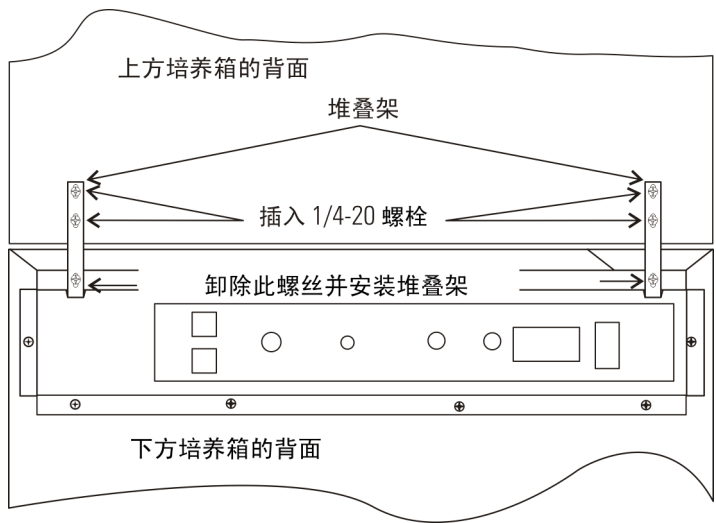

图 1-8. 从控制面板背面取下两颗螺钉
6. 从下方装置的控制面板背面卸除两颗螺钉（如图 1-8 所示），并保留好它们。